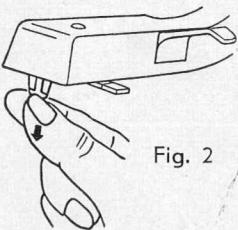

Fig. 2
1.2 Quitar la caperuza de protección de las agujas del brazo fonocaptor, tirando de ella hacia abajo (Fig. 2).
1.2 Nadelschutzkappe vom Tonarm nach unten abziehen (Fig. 2).
1.2 Pull the protective cap of the needle downwards off the tone arm (Fig. 2).
1.2 Exercer une traction vers le bas pour enlever, du bras de pick-up, la coiffe protectrice de l'aiguille (Fig. 2).